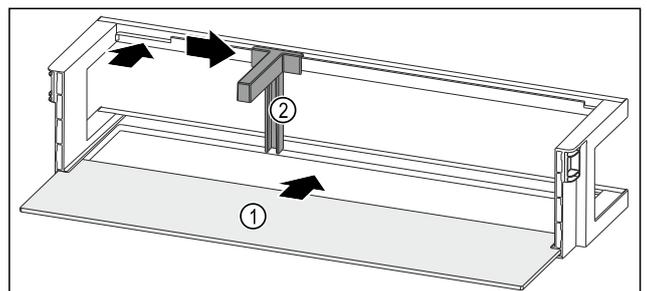

Fig. 123 Balconcino controporta con ripiano
- ▶ Inserire il ripiano Fig. 123 (1) negli incavi laterali.
- ▶ Inserire il portabottiglie Fig. 123 (2) nell'incavo.
- ▶ Far scorrere il portabottiglie Fig. 123 (2) lateralmente alla posizione desiderata.